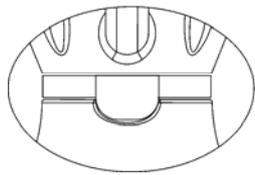

Fig. 1
1. Placer l'ensemble de la cuve sur l'unité du Moteur, laissez la cavité sur le moteur s'ajuster en place avec la partie proéminente se trouvant sous la poignée (voir fig. 1), jusqu'à ce que l'ensemble de la cuve ne puisse plus bouger. Si l'ensemble de la cuve n'a pas été bien fixé l'appareil ne pourra s'enclencher. C'est un moyen de sécurité..